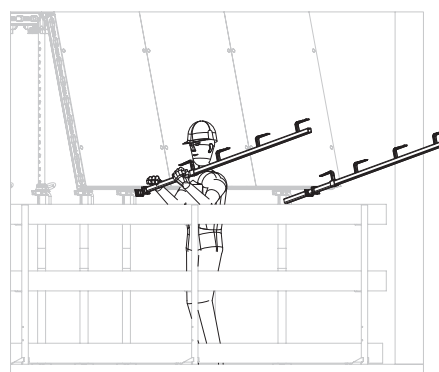

Fig. D4.03a
3. Fixer le montant de garde-corps SGP (75) dans l'orifice carré du support de garde-corps pour dalles DUO. (Fig. D4.03a + D4.03b)